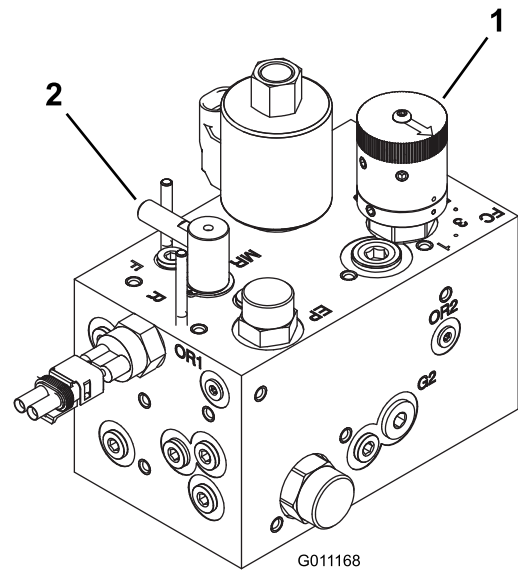

Bild 47
3. Drehen Sie das Spindeldrehzahlhandrad (Bild 47) auf die Zahl, die Sie in Schritt 1 ermittelt haben.